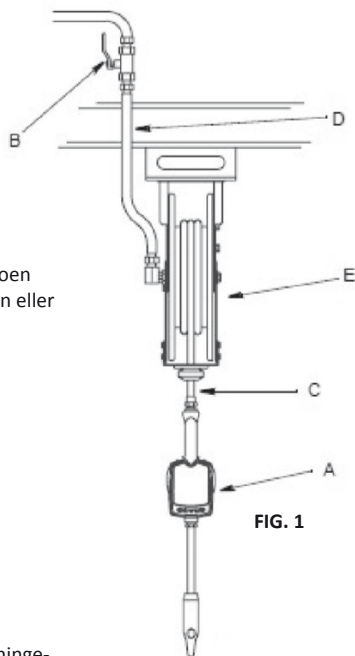

FIG. 1
FIG. 1 viser en typisk slangetrommelinstallasjon.
1. Lukk væskeavstengingsventilen (B, FIG. 1) ved hver påfyllingsposisjon.
5. Åpne avstengingsventilen (B, FIG. 1) ved påfyllingsposisjonen. Skyll ut en tilstrekkelig mengde olje for å sikre at hele systemet er rent. Lukk ventilen.
- Åpne alle avstengingsventilene i påfyllingsposisjonene (B, FIG. 1) og start pumpen for å trykksette systemet. Se Drift for korrekt drift av måler. For å sikre påfyllingsnøyaktighet må du spyle all luft fra væskeledningene og påfyllingsventilen før du bruker den.